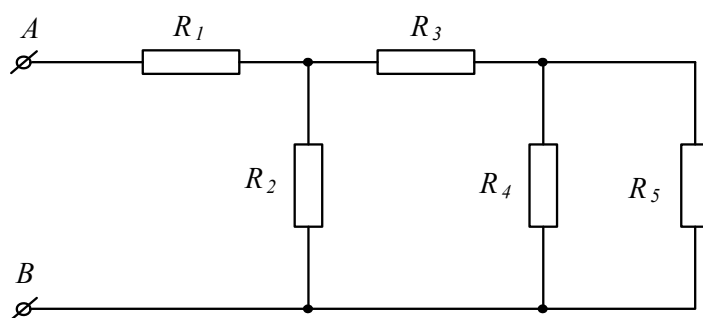

Рисунок 9
**Задача 5.** Определить токи ветвей (рис. 9), если напряжение на входе цепи  $U_{AB} = 12\text{В}$ ,  $R_1 = 2,5\text{Ом}$ ,  $R_2 = 6\text{Ом}$ ,  $R_3 = 2\text{Ом}$ ,  $R_4 = 1,5\text{Ом}$ ,  $R_5 = 3\text{Ом}$